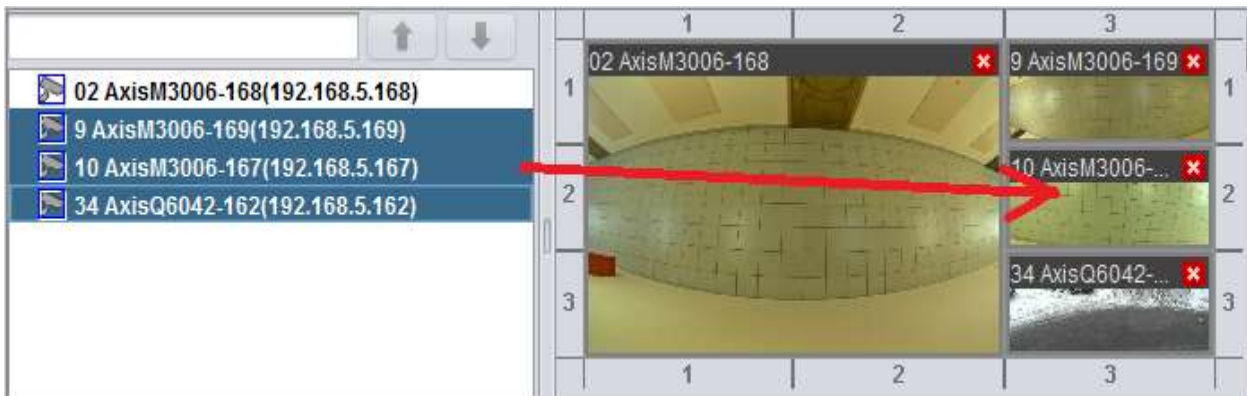

Рис. 112
11.3.4. Аналогичным образом все камеры располагаются в ячейках видеопанели (Рис. 112).